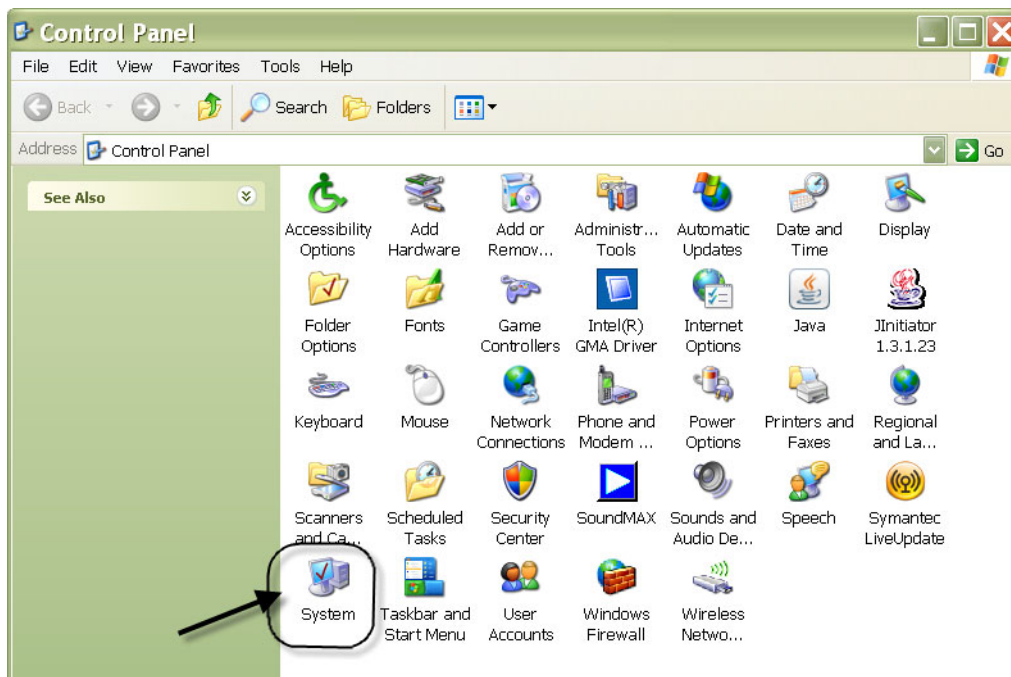

Рис. 189
2. Появится «Панель управления» (Рис. 189).